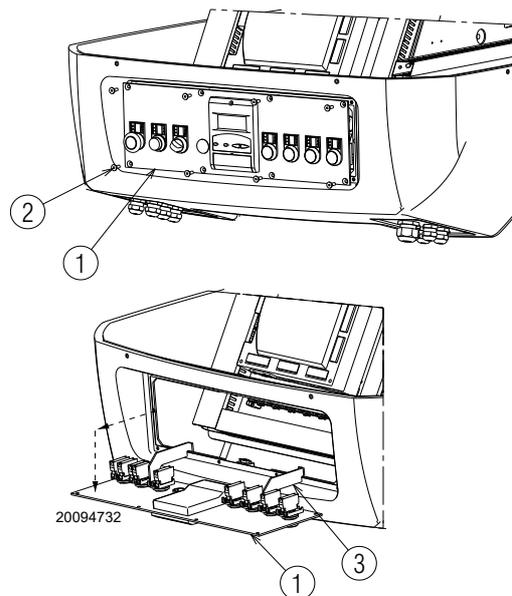

Abb. 36
- Ziehen Sie die Bedientafel 1) heraus und drehen Sie sie um 90°, hängen Sie sie dazu mit den entsprechenden Bügeln 3) im Profil der Schalttafel ein, wie aus Abb. 36 ersichtlich